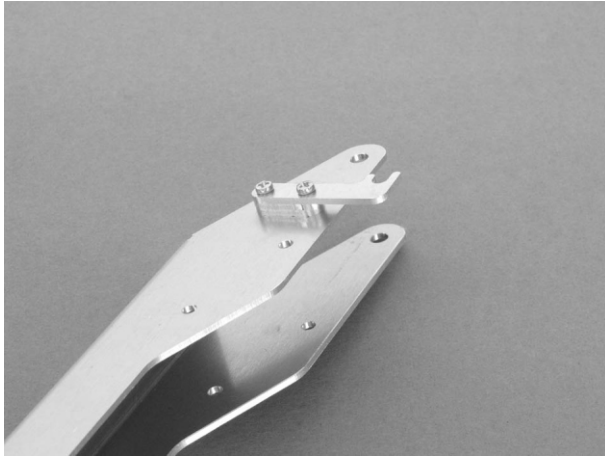

Bild 6
Befestigen Sie nun die 2 Abstandsbleche(H) und den Haltehook(G) mit den Schrauben Din 7985 M2x8 und den Muttern Din 934 M2, wie im Bild 6 zu sehen ist, an dem 2. Arm (F).